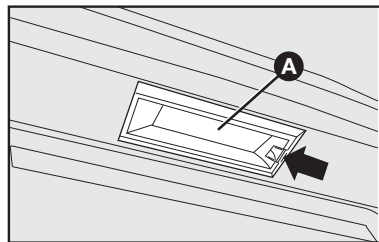

fig. 24
LUZ DE PLACA - fig. 24
- 1) retirar o refletor **A-fig. 24** atuando na trava indicada pela seta.